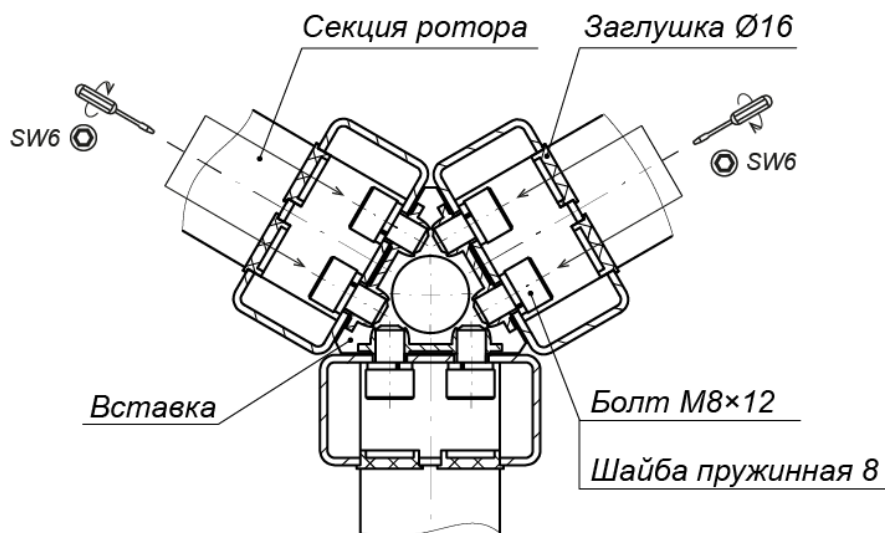

Рисунок 20. Схема соединения секций ротора (1)
- Последовательно закрепите на элементах крепления установленной секции ротора две оставшиеся секции, используя 4 болта M8×14 для верхних точек крепления и 20 болтов M8×12 (ключ SW6) для остальных точек крепления с пружинными шайбами (см. рис. 20). Для монтажа данных болтов рекомендуется использовать инструмент с возможностью фиксации в нем закручиваемого болта, к примеру, для ротора из стали – инструмент с магнитным наконечником (для ротора из нержавеющей стали применены болты также из нержавеющей стали, поэтому для этой цели нужно использовать липкую ленту, намотанную на наконечник, или подходящий пластичный материал).